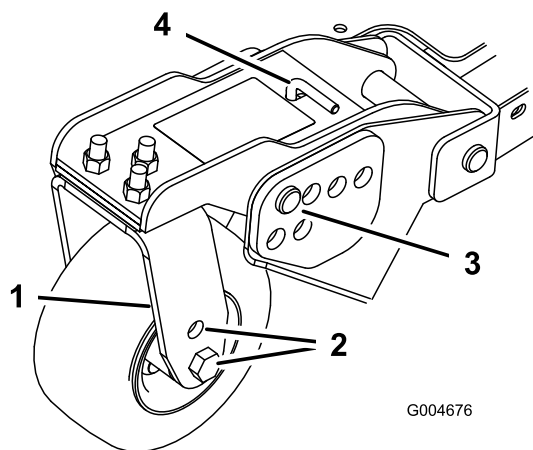
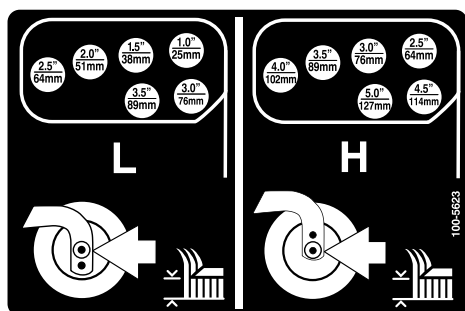

Figura 26
Figura 27
1. Coloque los ejes de las ruedas giratorias en el mismo taladro en todas las horquillas (Figura 24 y Figura 26).
5. Retire la chaveta y los pasadores de los brazos de pivote de las ruedas giratorias (Figura 26).
6. Gire la varilla tensora para elevar o bajar el brazo de pivote hasta que los taladros estén alineados con los taladros seleccionados del soporte de ajuste de la altura de corte en el bastidor de la carcasa de corte (Figura 26 y Figura 27).